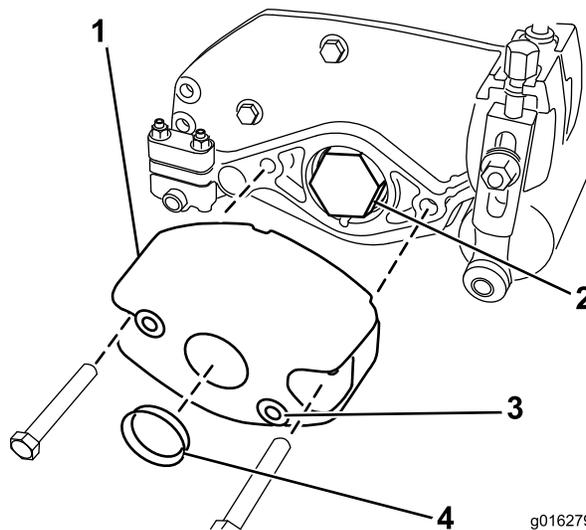

Figura 3
2. Remova os dispositivos de fixação e o contrapeso da extremidade da unidade de corte; consulte a Figura 3. Empurrando a partir do interior, remova o tampão do orifício maior no centro do contrapeso.
5. Instale o contrapeso novamente na unidade de corte com os dispositivos de fixação previamente removidos, consulte a Figura 3.